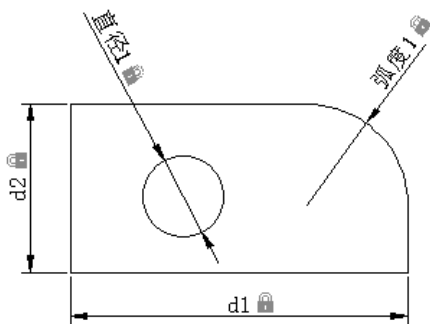

图 15.3.6 显示“名称”格式
- 标注名称格式**：该下拉列表可以为标注约束时显示文字指定格式，分为**名称**、**值**和**名称和表达式**三种形式，结果分别如图 15.3.6、图 15.3.5b、a 所示。